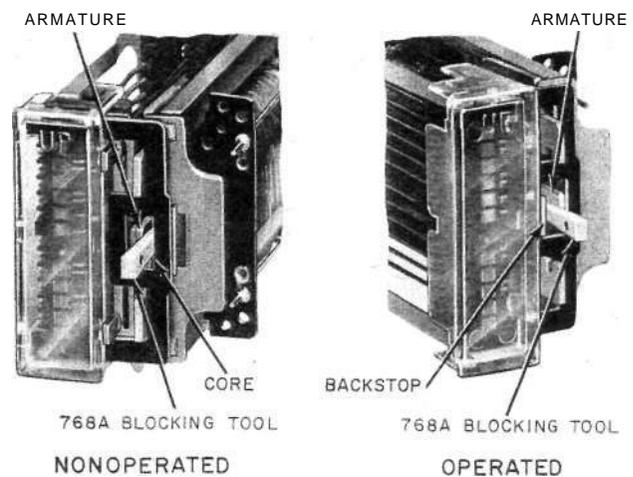

Fig. 8—Blocking AF-, AG-, AJ-, and AL-Type Relays
**3.08 AF-, AG-, AJ-, AK-, AL-, AM- 286-, 287-, and 288-Type Relays:** Fig. 8, 9, and 10.